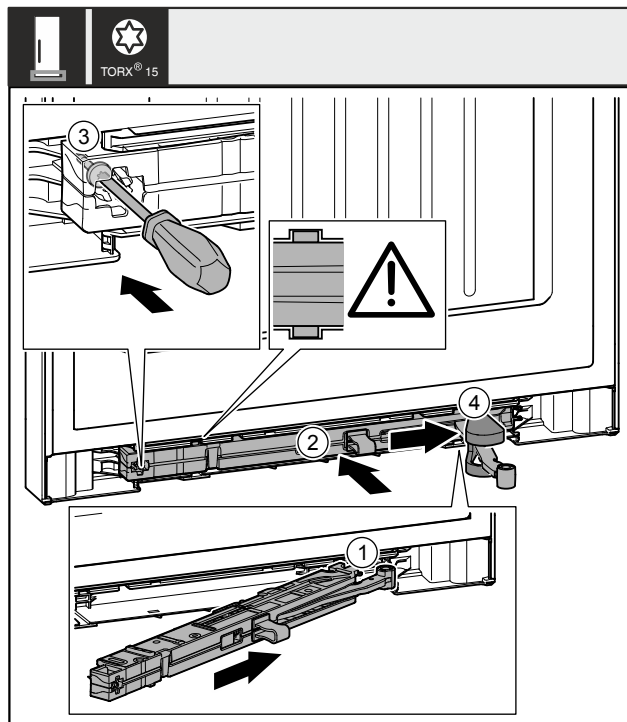

Fig. 49
- Jednotku tlumiče zavírání Fig. 49 (1) na straně stojanu ložiska zasuňte až na doraz šikmo do vybrání.
- Jednotku tlumiče zavírání Fig. 49 (2) zcela zasuňte do výklenku.
- Šroubovákem šroub Fig. 49 (3) pevně utáhněte.
- Posuňte kryt Fig. 49 (4) přes kloub.